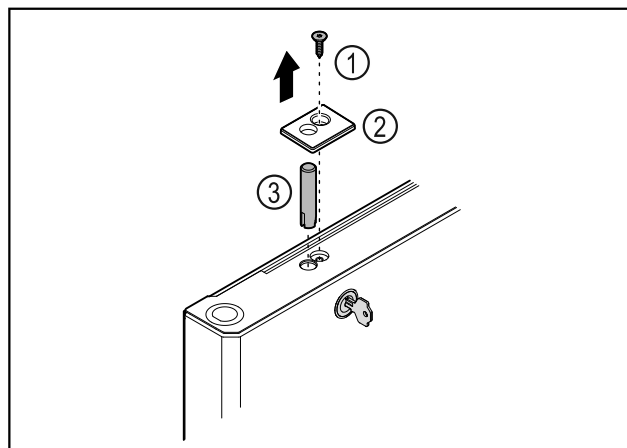

Fig. 38
- ▶ Îndepărtați șurubul Fig. 38 (1).
- ▶ Deblocați apărătoarea Fig. 38 (2) cu o șurubelniță mică și detașați-o.
- ▶ Extrageți bolțul încuietoarei Fig. 38 (3).